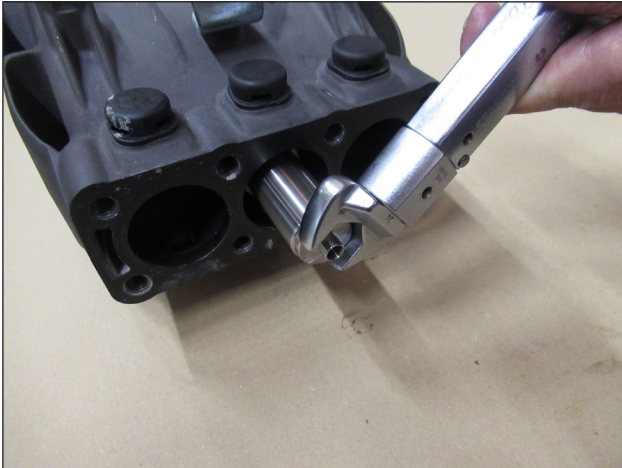

Abb. 49
A) Montieren Sie das Distanzstück (Abb. 49) und ziehen Sie es an der Kolbenführungsstange fest.